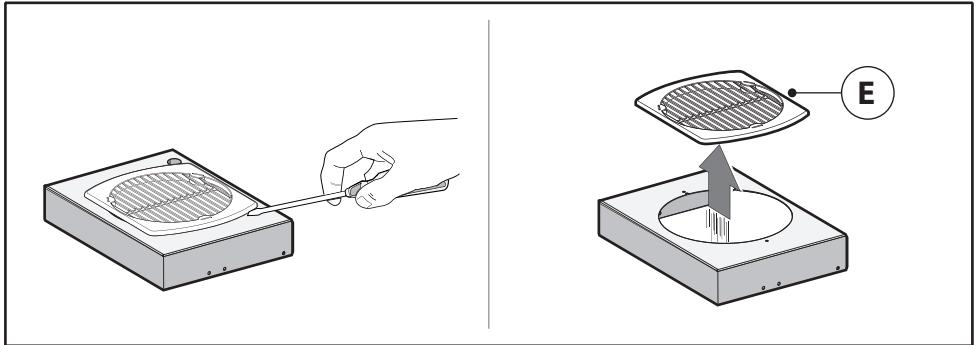

Fig.5
- Svitare il cupolino **M** e togliere la griglia **E** (**Fig. 5**).